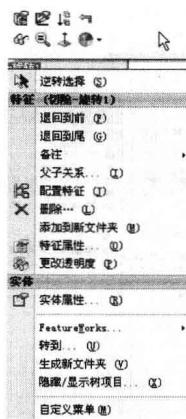

图 1-8 右键菜单
- ◆ 选中设计树中的草图、零件、装配体或工程图名称，单击鼠标右键，如图 1-8 所示，在弹出的快捷菜单中选择“转到”命令，打开设计树中的“查找”对话框，输入所要查找项目的名称，该项目便会高亮显示。